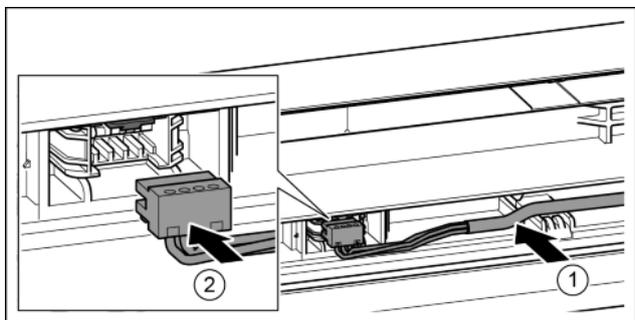

Fig. 41
- ▶ Umetnite sivi kabel u vodilicu u gornjim vratima. *Fig. 41 (1)*
- ▶ Pustite da utikač uskoči. *Fig. 41 (2)*